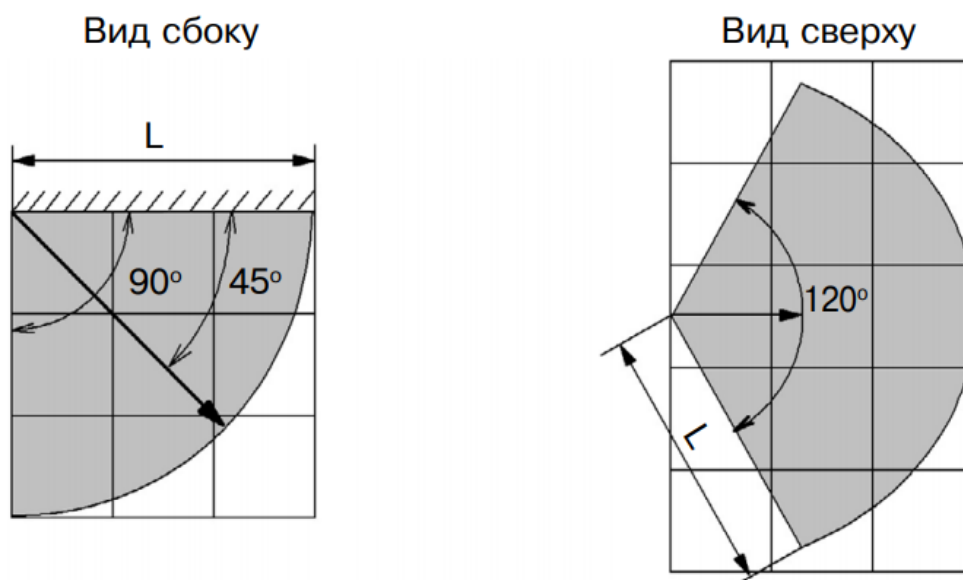

Рисунок 2.4 Диаграмма зоны обнаружения
- При выборе места установки следует принимать во внимание диаграмму зоны обнаружения извещателя (см. Рисунок 2.4);